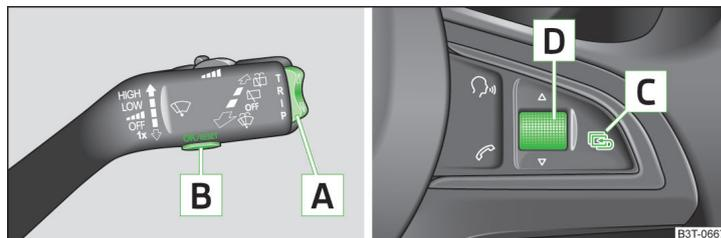

Abb. 26 Tasten/Einstellrad: am Bedienungshelb / am Multifunktionslenkrad
Einige Funktionen des Informationssystems können mit den Tasten am Bedienungshelb bzw. am Multifunktionslenkrad » Abb. 26 bedient werden.
Nach dem Drücken der Taste [A] » Abb. 26 auf Seite 40 wird die Angabe angezeigt, die zuletzt angezeigt wurde.
- » Die Taste **B** bzw. das Einstellrad **D** » Abb. 26 auf Seite 40 länger drücken.